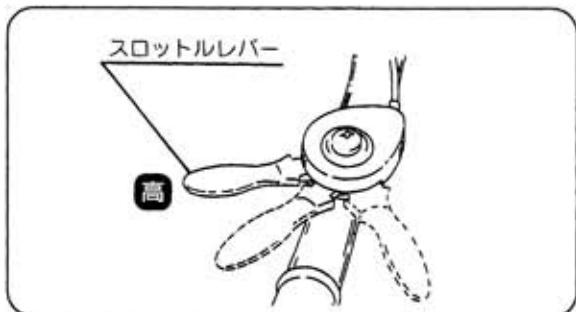

図13
- ①スロットルレバーをゆっくり〔高速〕位置にします。（図13）